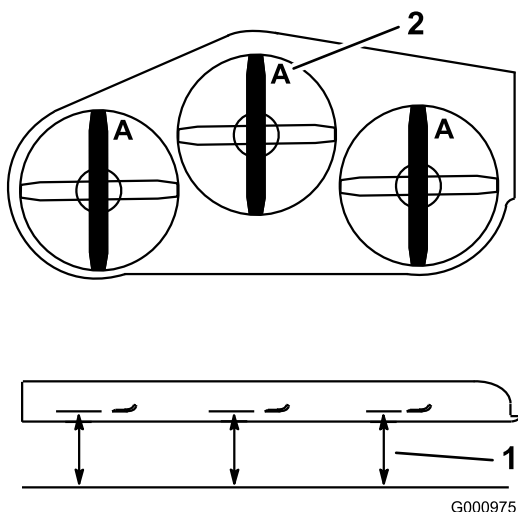

Figura 93
3. Gire las cuchillas hasta que los extremos estén orientados hacia adelante y hacia atrás (Figura 93). Mida desde una superficie nivelada hasta el filo de corte, posición A, de las cuchillas (Figura 93). Anote esta dimensión.